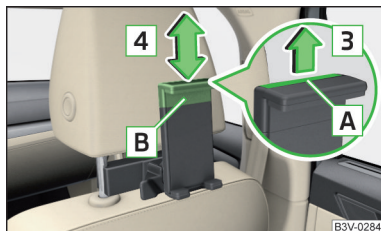

Fig. 138
► Para **ajustar el tamaño del soporte** tirar el cinturón de seguridad **A** en el sentido de la flecha **3** y desplazar la parte **B** en el sentido de la flecha **4** en la posición deseada » fig. 138.